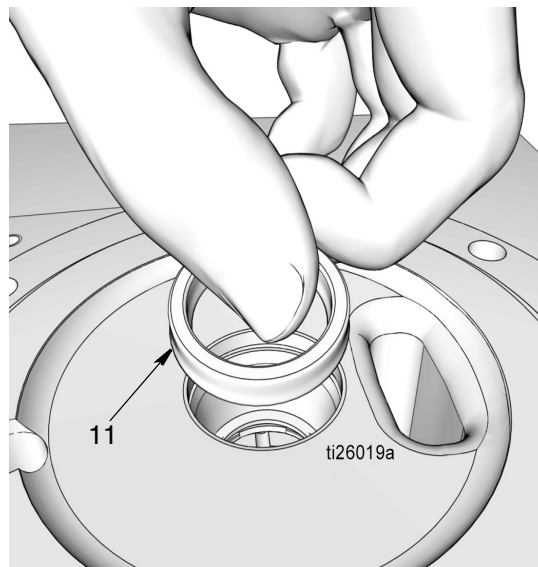

FIG. 35
- Installare la tenuta (11). Assicurarsi che i labbri della tenuta siano rivolte verso il basso, come mostrato in FIG. 35.